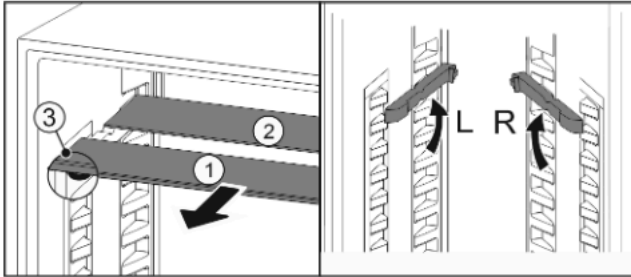

Fig. 92
- ▶ estrarre i ripiani di vetro singolarmente tirando in avanti Fig. 92 (1).
- ▷ Il piano in vetro Fig. 92 (1) con il motivo ornamentale è nella parte anteriore.
- ▷ I fermi Fig. 92 (3) sono rivolti verso il basso.